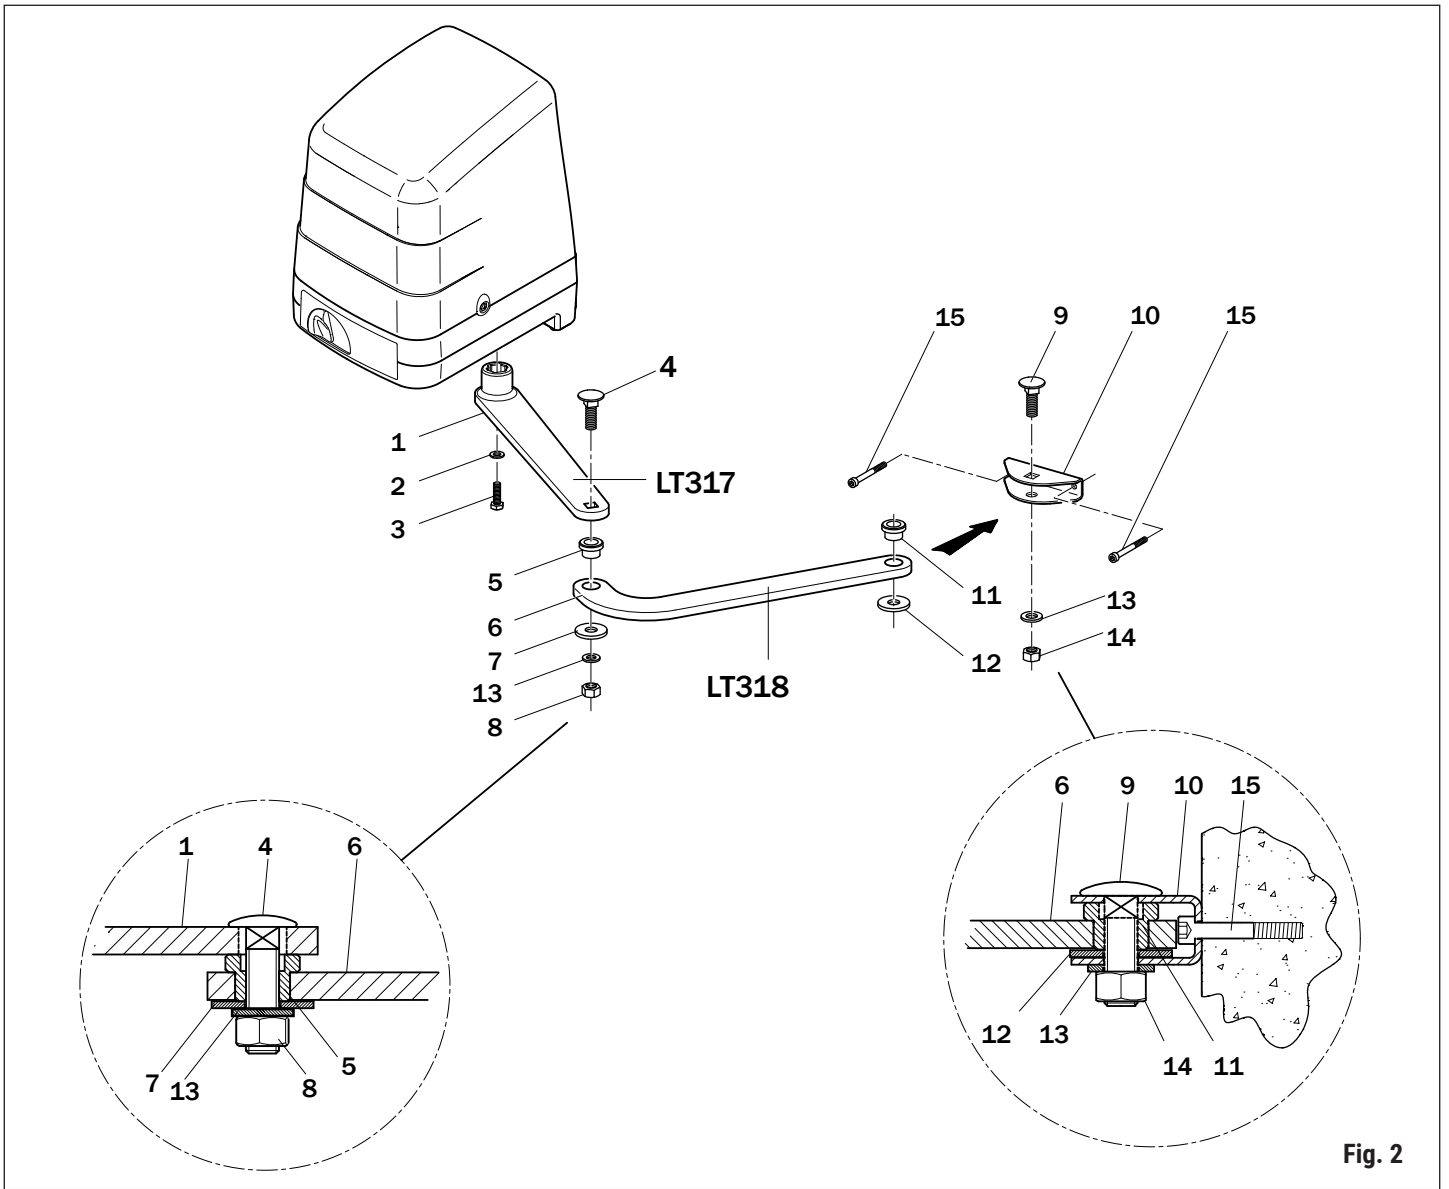
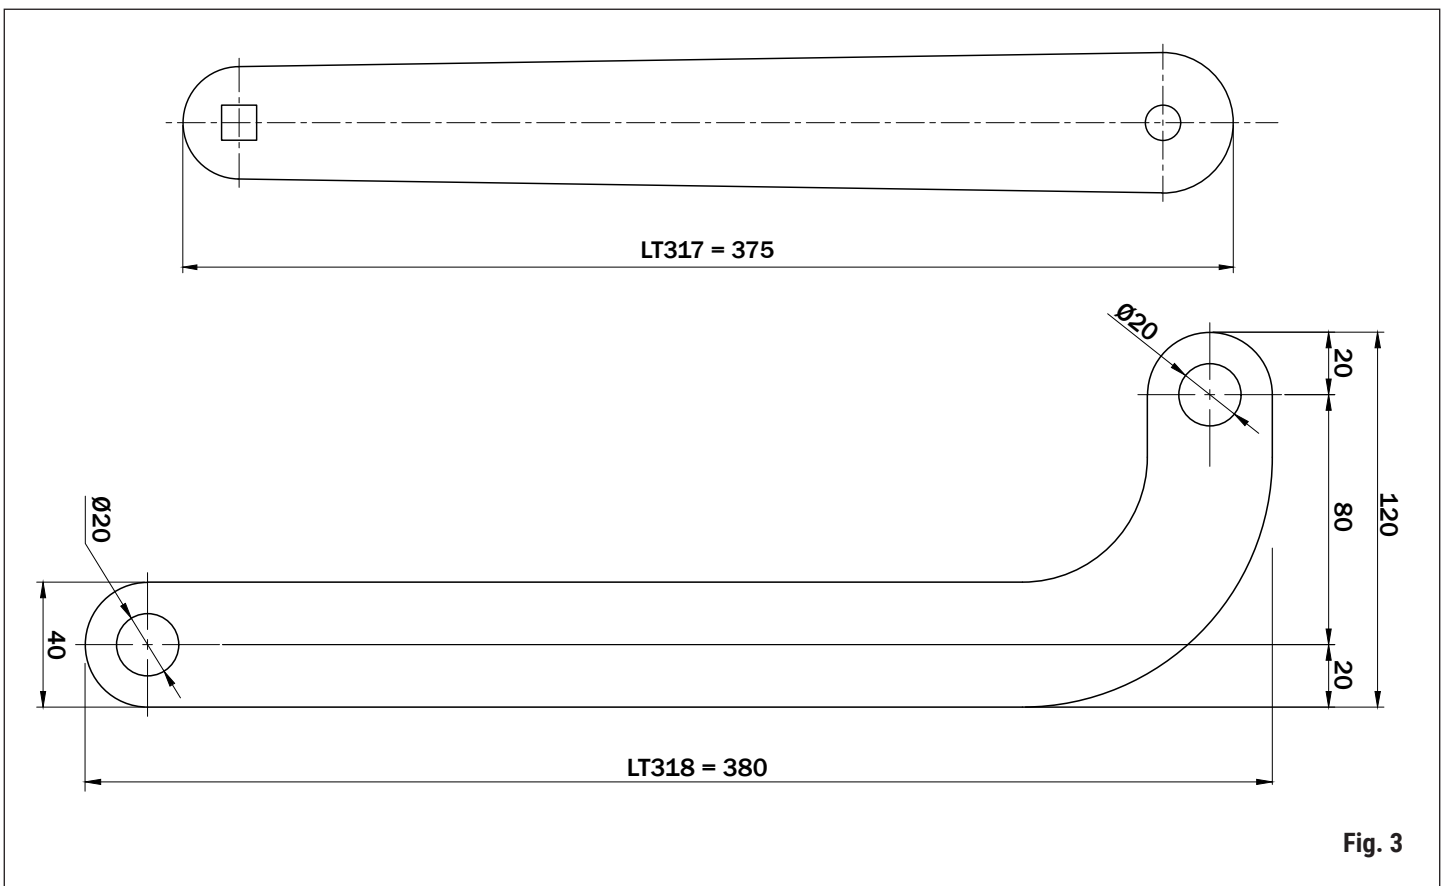

Fig. 2
Fig. 3
- Monte los brazos articulados (fig. 3) según lo indicado por la secuencia en la fig. 2 y fíjelos al soporte delantero KT218 lubricando los pivotes de rotación.
- Monte os braços articulados (fig. 3) de acordo com a sequência indicada na fig. 2 e fixe-os ao suporte dianteiro KT218 lubrificando os pontos de rotação.
- In base alla posizione di installazione del motore: destra (fig. 2) o sinistra (fig. 3) regolare i finecorsa come indicato di seguito.
- Depending on which side the motor is installed on, (see fig. 2 if installed on right or fig. 3 if installed on left), adjust the limit switches as described as follows.